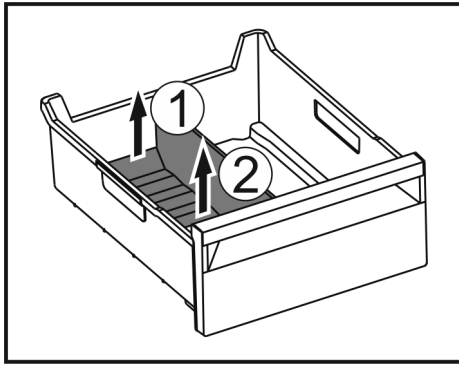

Fig. 114
- ▶ Achterste deel van de ijsvak-scheider optillen. Fig. 114 (1)
- ▶ Ijsvak-scheider er naar boven toe uitnemen. Fig. 114 (2)